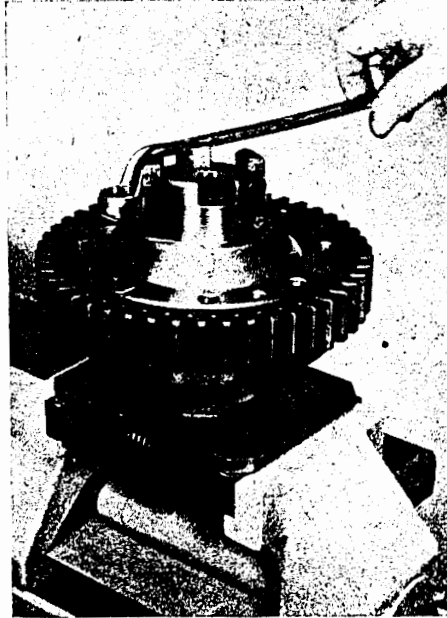

Bild H 14. Ausgleichgetriebe im Schraubstock eingespannt
4. Sicherungsbleche lösen und Sechskantschrauben mit einem Ringschlüssel SW 17 herausschrauben (Bild H 14).